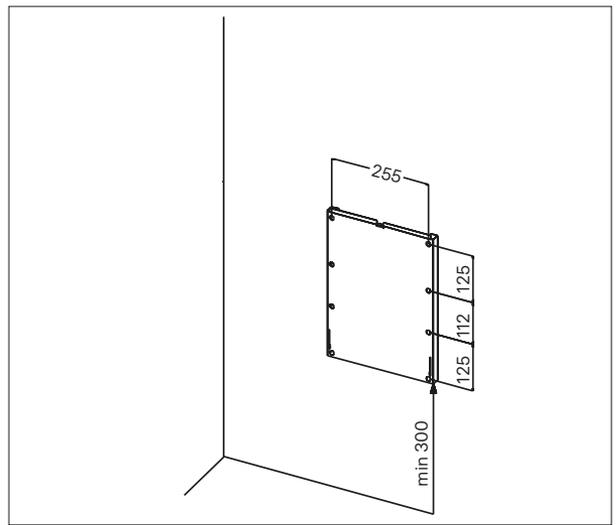

Figure 2.
- Fixez la plaque de montage au mur avec les vis incluses comme sur la Figure 2.